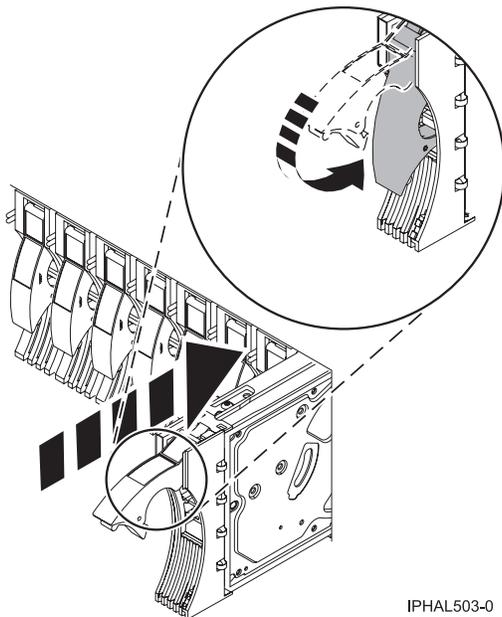

Figura 37. Instalar una unidad de disco
8. Desbloquee el asa de la unidad de disco ejerciendo presión y tirando de ella hacia usted antes de instalar la unidad de disco. Si el asa no está extendida del todo, la unidad de disco no se puede insertar en la unidad del sistema o en la unidad de expansión. Consulte Figura 37 en la página 56.